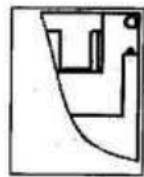

图 6-48 生成的裁剪视图
(3) 选择闭环轮廓后，单击工程图工具栏中的 (剪裁视图) 工具，或单击菜单栏中的“插入”→“工程视图”→“剪裁视图”命令。此时，剪裁轮廓以外的视图消失，生成裁剪视图，如图 6-48 所示。
(4) 编辑裁剪视图。鼠标右键单击图形区域或特征管理器设计树中的工程图视图，然后在快捷菜单中选择“剪裁视图”→“编辑剪裁视图”命令。编辑轮廓草图后退出，并单击 (重建模型) 工具以更新视图。
(5) 删除裁剪视图。鼠标右键单击图形区域或特征管理器设计树中的裁剪视图，然后在快捷菜单中选择“剪裁视图”→“移除剪裁视图”命令，即可删除所选的裁剪视图，使视图返回到其未剪裁的状态。